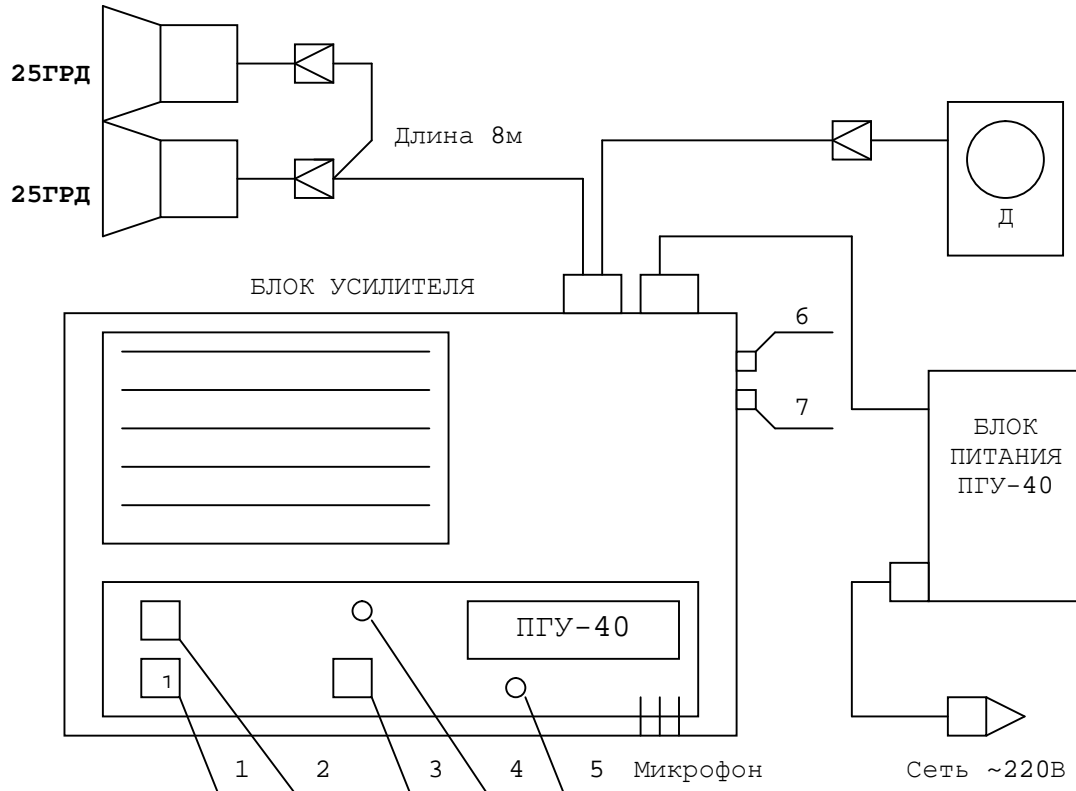

Рис.1. Блок-схема установки ПГУ-40: 25ГРД - громкоговорители, Д - динамик клиента.
- 4.1. Органы управления установки ПГУ-40 показаны на блок-схеме рис.1.